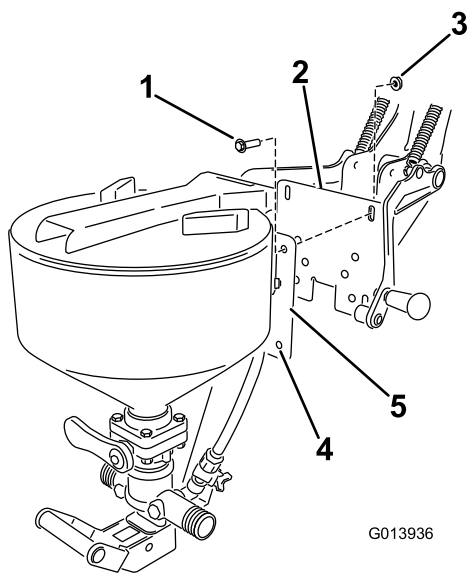

Рисунок 17
4. Совместите отверстия в монтажной пластине эдуктора в сборе с пазовыми отверстиями в опорной пластине люльки в сборе (Рисунок 17). Установите 4 болта (на 3/8 x 1 дюйма) и 4 контргайки (на 3/8 дюйма) для крепления эдуктора. Пока не затягивайте их.